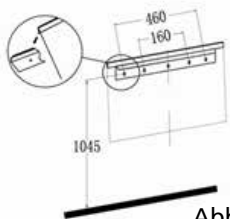

Abb. 4
- Für eine optimale Sicht, markieren Sie die Positionen der oberen vier Schrauben entsprechend den empfohlenen Montage Maße an der Wand – siehe Abb. 4.
- Heben Sie das Heizgerät vorsichtig hoch und achten Sie dabei darauf, dass die obere hintere Kante des Heizgeräts in die lange Wandhalterung einhackt (siehe Abb. 4 im Kreis) und mittig sitzt.